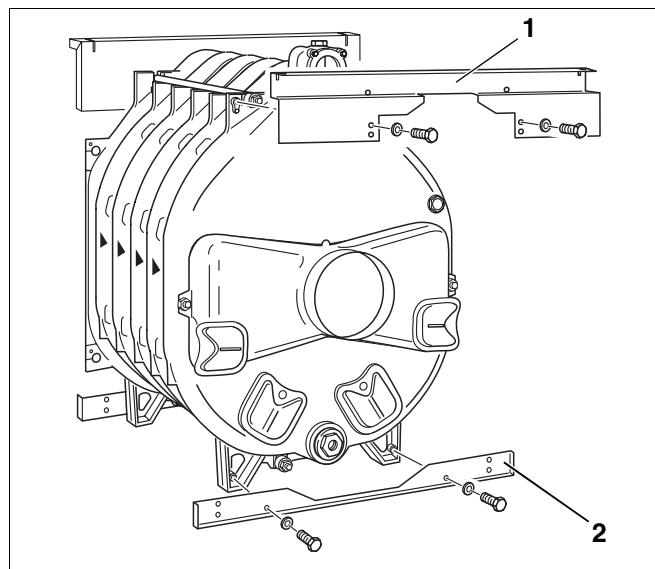

Рис. 31 Установка задних траверс
- Установить поперечную траверсу вверху сзади (рис. 31, **поз. 1**) на литых выступах и закрепить болтами (М 8 x 15) к задней секции. Отбортовка верхней поперечной траверсы должна быть направлена **вперед**.
- Прикрутить нижнюю поперечную траверсу (рис. 31, **поз. 2**) двумя болтами (М 8 x 15) к ножкам задней секции. Отбортовка нижней поперечной траверсы должна быть направлена назад.